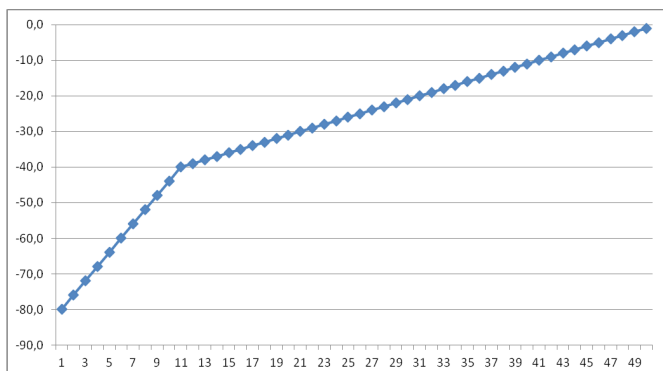

fig.1
1. Courbe #1 - Cette courbe est adaptée aux baffles avec une efficacité normale (fig. 1) (réglage en usine)